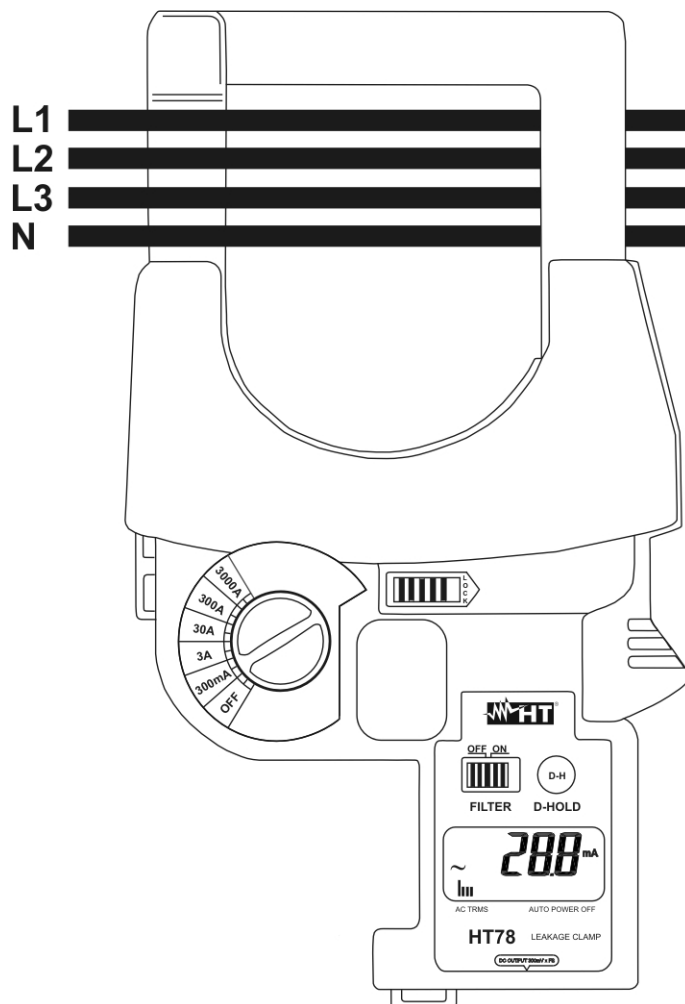

Fig. 5: Uso dello strumento per misura di corrente di dispersione in sistema Trifase
2. Agire sul selettore **FILTER** selezionando (ON) la funzione "Filtro passa-basso 150Hz" (vedere § 4.2.3)
- I conduttori L1, L2, L3 e N in caso di misura **Indiretta** come mostrato in Fig. 5 ottenendo il risultato come somma dei valori istantanei delle correnti circolanti nei singoli conduttori
- Il conduttore di terra (PE) in caso di misura **Diretta**